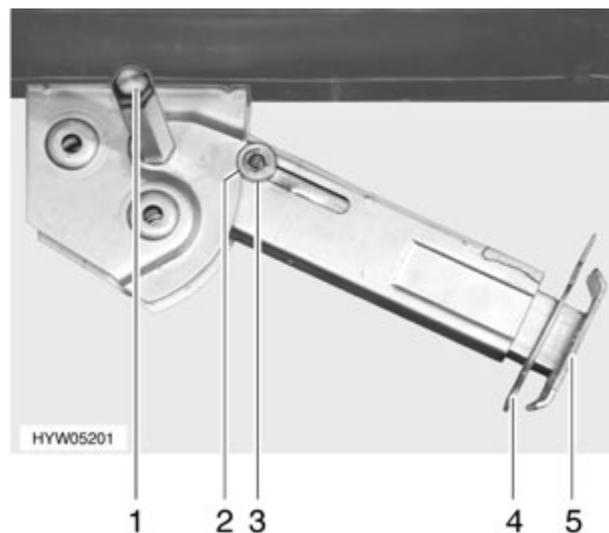

Fig. 20 Vérin stabilisateur
- Placer la clé à pipe sur l'écrou à six pans (Fig. 20,1) et tourner jusqu'à ce que le vérin stabilisateur se dégage du sol.
- Retirer la goupille (Fig. 20,4) de la rallonge du pied d'appui (Fig. 20,5).
- Rentrer complètement la rallonge du pied d'appui (Fig. 20,5) et insérer la goupille (Fig. 20,4) dans le trou prévu à cet effet.
- Tourner la clé à pipe sur l'écrou à six pans (Fig. 20,1) jusqu'à ce que le vérin stabilisateur ait pivoté vers le haut et le disque de guidage (Fig. 20,3) soit complètement rentré dans l'encoche (Fig. 20,2).
- ▷ Veiller à ce que tous les vérins stabilisateurs soient complètement repliés, que toutes les rallonges des pieds d'appui soient entièrement rentrées et bloquées par la goupille (Fig. 20,4) et que, pour chaque vérin stabilisateur, le disque de guidage (Fig. 20,3) soit rentré dans l'encoche (Fig. 20,2).